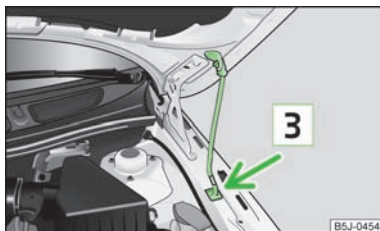

Fig. 114 Seguro del capó con la varilla de apoyo
- Retirar la varilla de apoyo desde la fijación y asegurar el capó abierto colocando el extremo de la varilla en el orificio **3** » fig. 114 previsto para ello.